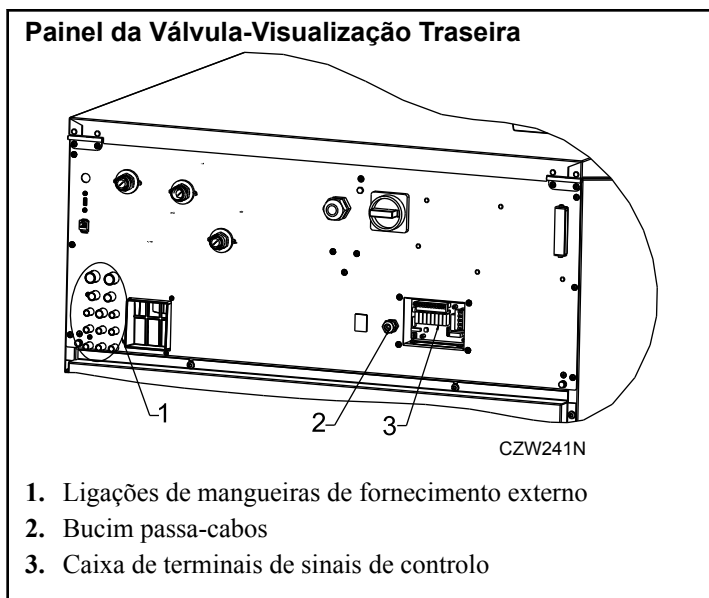

Figura 51
1. De frente para a parte de trás da máquina, localize as oito (8) ligações de mangueira de fornecimento de 8 mm [5/16 polegadas] que se encontram no lado esquerdo do painel de válvulas. Consulte *Figura 51*.
A ligação elétrica para os sinais de controlo de alimentação (se utilizada) está disponível no painel traseiro. Consulte *Figura 51*. Na caixa de terminais, existe uma etiqueta para a ligação elétrica.
Esta função pode ser ativada por um contacto exterior ligado entre os pinos ↑ e ↓. Ver *Figura 51*. Esta ligação é possível apenas com máquinas que tenham sido encomendadas com a opção "Atraso de aquecimento / À espera de detergente."